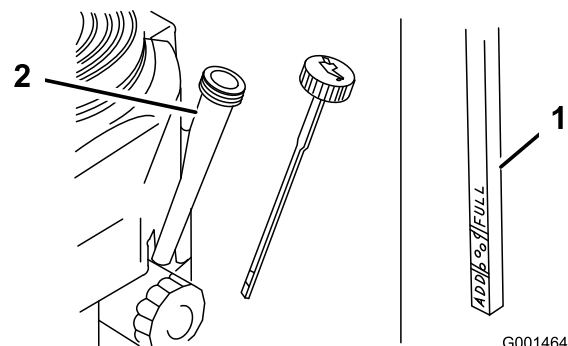

Figure 30
4. Nettoyez la surface autour de la jauge d'huile (Figure 30) pour éviter que des impuretés ne s'introduisent dans le goulot de remplissage, ce qui risquerait d'endommager le moteur.
5. Retirez la jauge d'huile et essayez soigneusement son extrémité (Figure 30).
6. Remettez la jauge au fond du tube de remplissage, mais sans la visser (Figure 30).
9. Versez avec précaution environ 80% de la quantité d'huile spécifiée dans le goulot de remplissage (Figure 30)